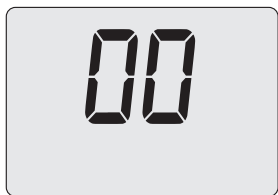

Figura 9.17
- Premendo il tasto 17 (Figura 9.14) sul display LCD appare il valore del parametro P06 (Figura 9.17).